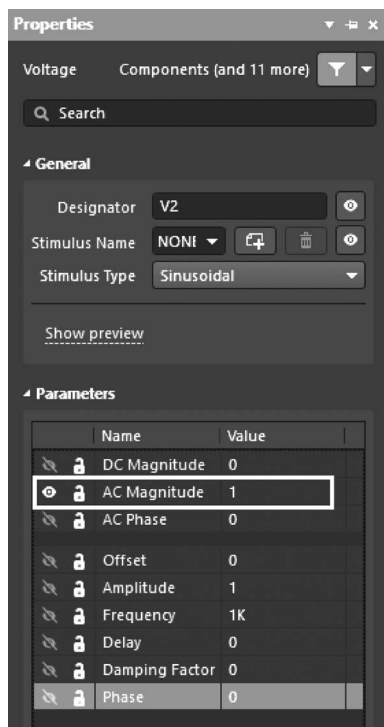

图 3-39 修改信号源配置参数界面
① 双击 V2 交流信号源符号,打开其配置界面。
② 如图 3-39 所示,单击其配置界面 General 选项卡下方的 Parameters 选项中 AC Magnitude 项,设置交流仿真幅度为 1V。